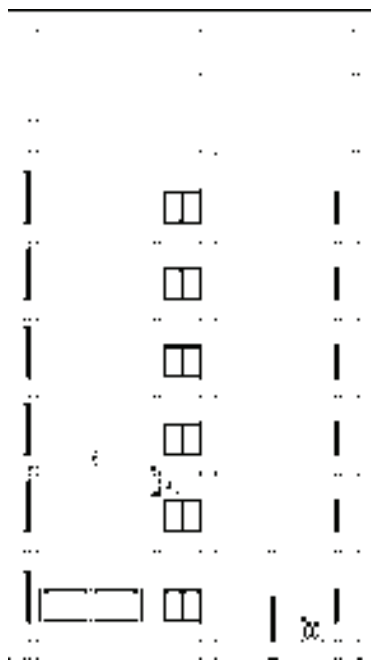

图 15-170 绘制剖面墙体
2) 绘制剖面墙体。调用“偏移”命令，选择左侧的墙线向右偏移；调用“修剪”命令，修剪墙线，结果如图 15-170 所示。